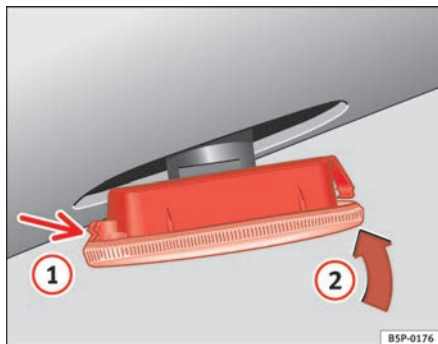

Abb. 190 Seitlicher Blinker
⇒ Abb. 190, Pfeil ①.
- Setzen Sie die Lampe in Richtung Pfeil ② ⇒ Abb. 190 ein. ■